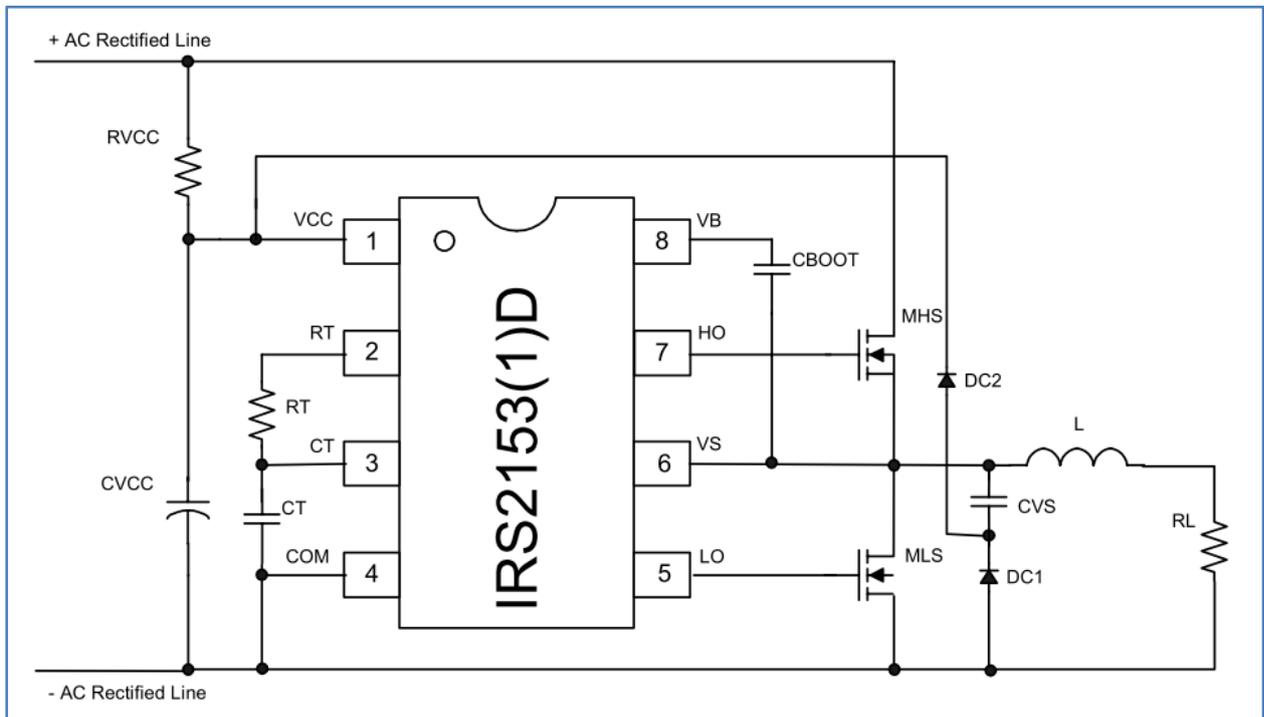

Рис.3.2. Схема насоса зарядки
Использование двухдиодного зарядного насоса, выполненного из DC1, DC2 и CVS (См. Рис.3.2.), из полумоста (VS) также возможно, однако вышеуказанный подход является самым простым и рассеивание RVCC не должна быть неприемлемо высокой.